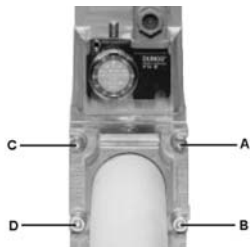

Fig. 10
1. Aflojar los tornillos A y B, no destornillarlos (Fig. 10 Fig. 10 y Fig. 11 Fig. 11).
2. Desatornillar los tornillos C y D (Fig. 10 Fig. 10 y Fig. 11 Fig. 11).